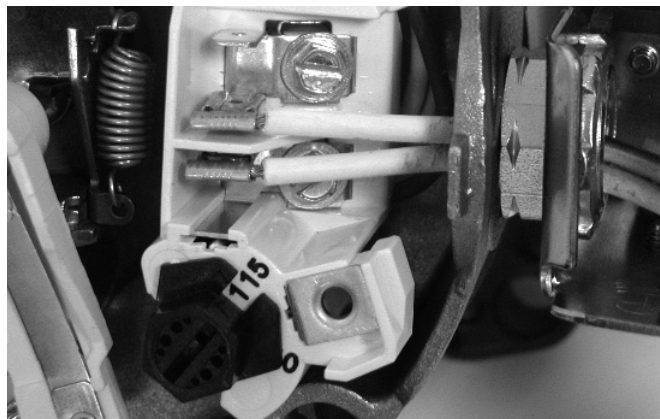

Figure 9 : Tension réglée à 115 volts sur sélecteur à cadran
2. Tourner le cadran dans le sens des aiguilles d'une montre jusqu'à ce que le nombre 115 soit visible dans la fente du cadran (figure 9).